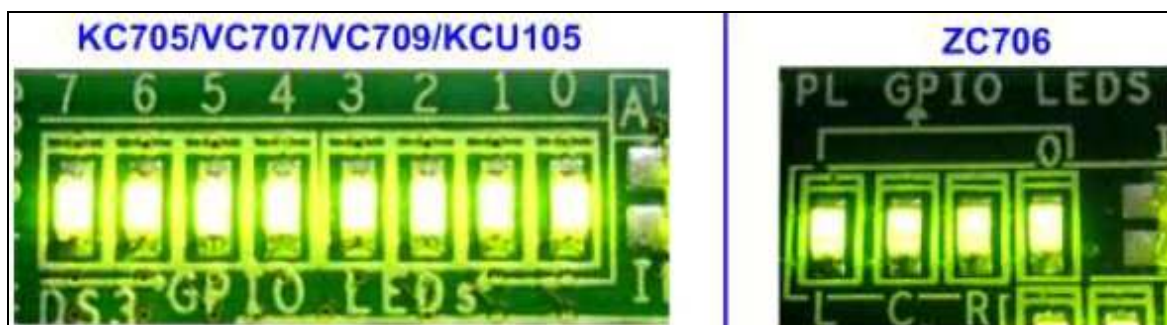

図 2-7:システム起動が正常に完了した場合の LED 状態
- FPGA が動作を開始したら FPGA ボード上の GPIO LED 状態(ZC706 の場合 LEDL-LED0 の 4LED)が図 2-7 のように全て点灯していることを確認します。各 LED については以下に説明します。